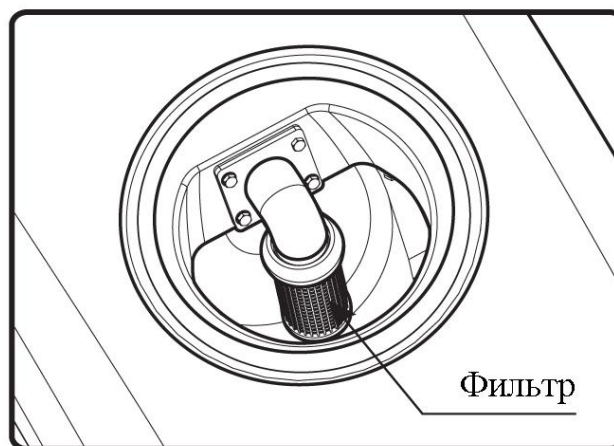

Рисунок 9
- Периодически прочищайте сетчатый фильтр (рис. 9).